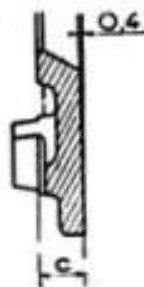

Fig. 10. — Cône du plateau de pression et épaisseur « C » à maintenir.
caler les ressorts au moyen de rondelles découpées dans de la tôle d'épaisseur sensiblement égale à l'épaisseur enlevée par la rectification. Pour évaluer cette épaisseur, noter que la cote (C) est à l'origine de 15 mm (figure 10).